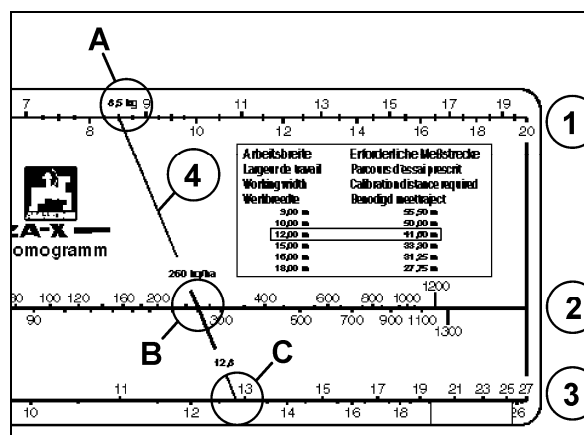

Fig. 68
7. For den opsamlede gødningsmængde (**8,5 kg**) kan du finde talværdien (**A**) på den øverste skala (Fig. 68/1) og for den ønskede spredemængde (**260 kg/ha**) talværdien (**B**) på den midterste skala (Fig. 68/2).
8. Læg en lige forbindelseslinje gennem punkterne **A** og **B** (Fig. 68/4) .
9. Forlængelsen af forbindelseslinjen viser på den nederste skala (Fig. 68/3) talværdien (**C**) for den nødvendige spjældstilling, her **12,8**.